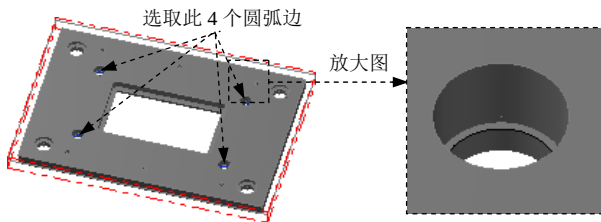

图 2.31 选取钻孔点
Step2. 设置加工区域。在“选取钻孔的点”对话框中单击 **图素** 按钮，在图形区中选取图 2.31 所示的 4 个圆弧边，然后单击 **排序...** 按钮，系统弹出“排序”对话框。在该对话框的 **排序方式** 区域单击 **按距离** 按钮，然后单击 **✓** 按钮，完成排序方式的设置。